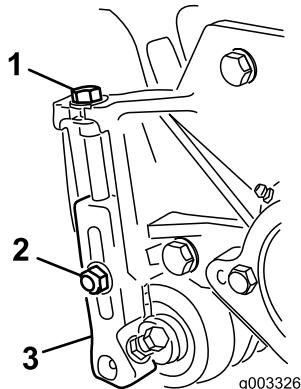

Figura 23
1. Afloje las contratuerzas que fijan los brazos de altura de corte a las chapas laterales de la unidad de corte (Figura 23).